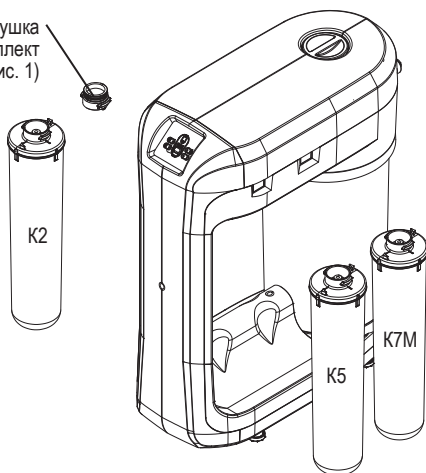

Рис. 11
- Установите модули, как показано на рис. 11.